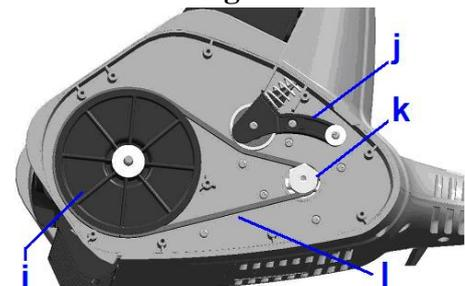

Fig.12
3. [Fig.12] Tirez sur le tendeur de courroie (j) pour l'éloigner de la poulie d'entraînement (k).